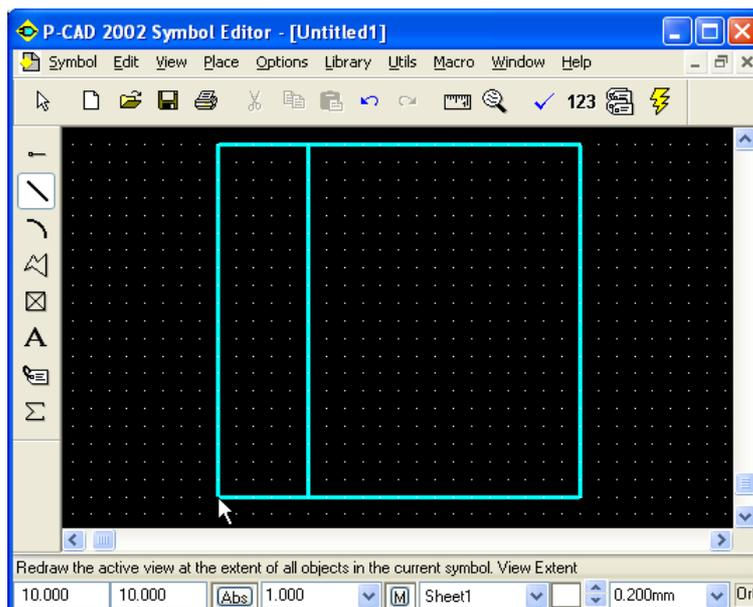

Рис. 4.2 - Прямоугольный контур УГО логического элемента «НЕ-И»
- Теперь в квадрате необходимо провести вертикальную линию. Для этого установим курсор в точку (15; 10) и щелкнем **ЛК**. Переставить курсор в точку с координатами (15; 30) и вновь щелкнем **ЛК**, а затем **ПК** (см. рис. 4.2).